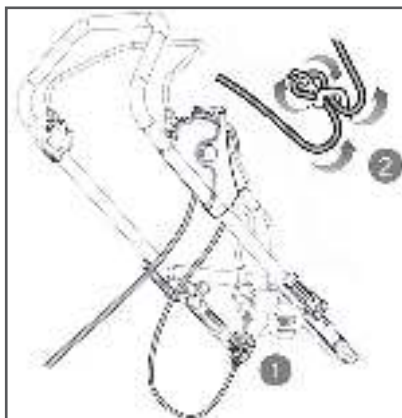

Рис. 8 Фиксация кабеля удлинителя на рабочей рукоятке.
*В целях безопасности, во время работы, кабель необходимо зафиксировать в специальном кронштейне, расположенном на рабочей рукоятке газонокосилки (Рис. 8).*